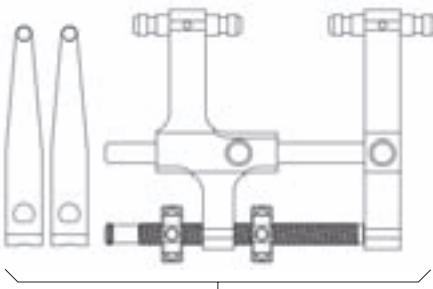

Fig. 14
- ▶ Montar o distractor 8 juntamente com as lâminas de distração, ver Fig. 14.